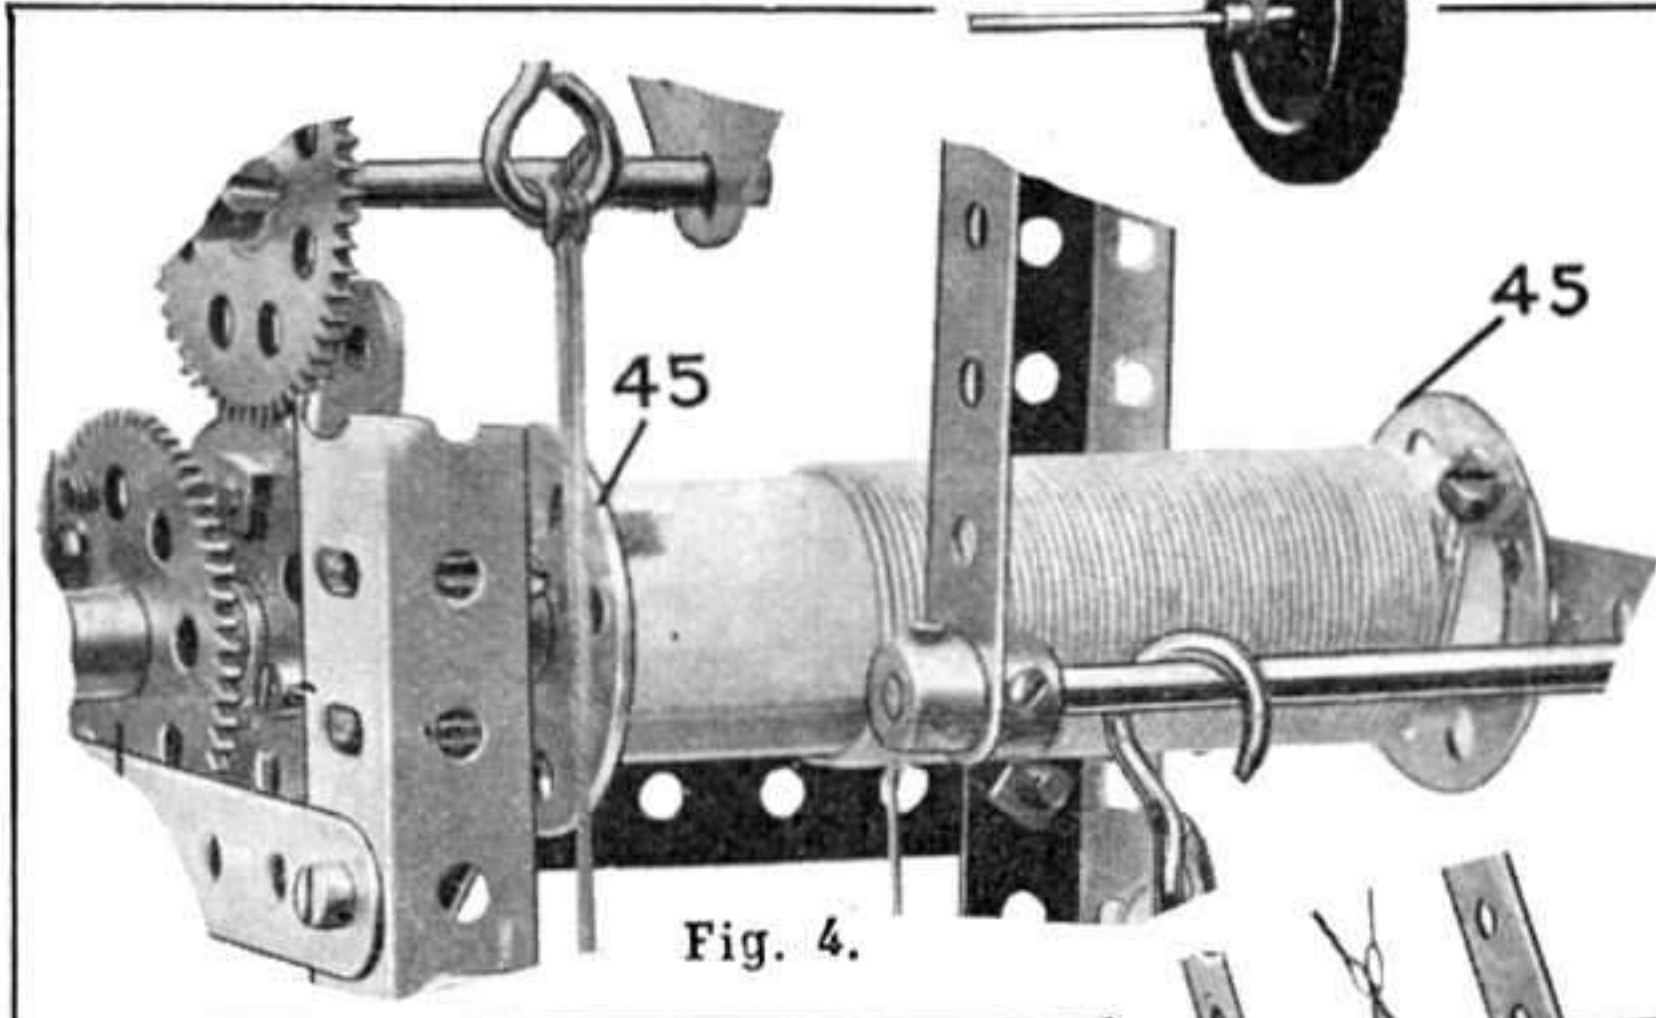

Fig. 4.
s'emploient souvent aussi comme tambours de treuils dans les Modèles d'appareils de levage. Les Rouleaux des deux types sont pourvus à leurs extrémités d'enfoncements ronds et de fentes permettant d'y loger des Colliers ou des bosses de roues avec leurs vis d'arrêt. Chaque Rouleau est livré avec deux Colliers fixés à une Tringle de 11 cm $\frac{1}{2}$. Le Rouleau de Bois est également muni d'une rainure parallèle à son axe qui sert à y fixer le tissu au moyen d'une courte Tringle. On peut obtenir un excellent tambour de treuil en fixant une Roue Barillet à chaque extrémité d'un Rouleau de Bois (voir les Roues Barillots (45) sur la Fig. 4).